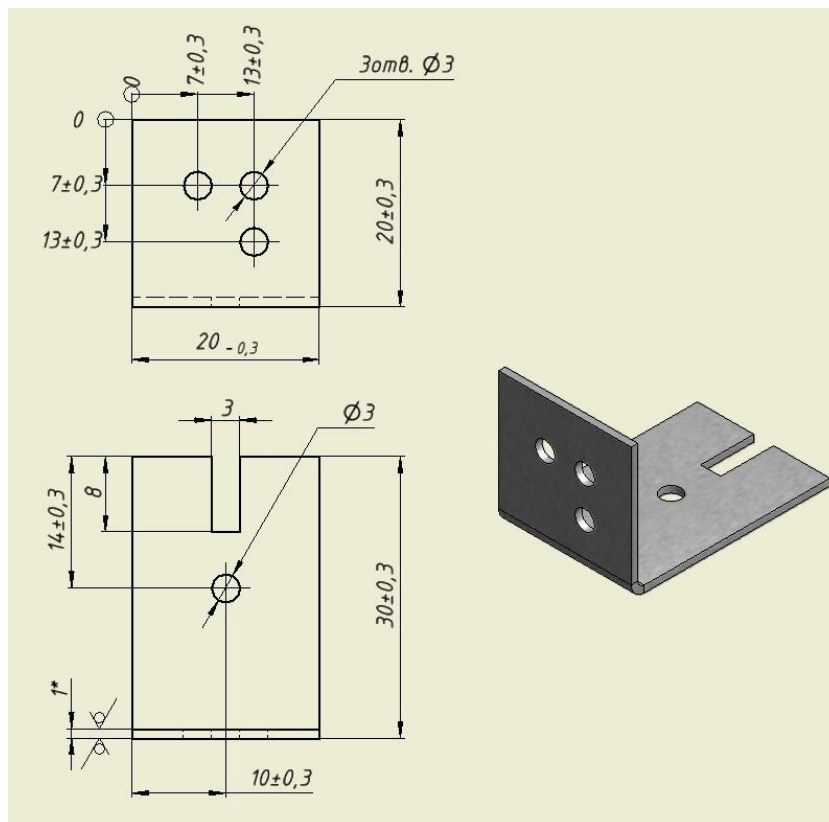
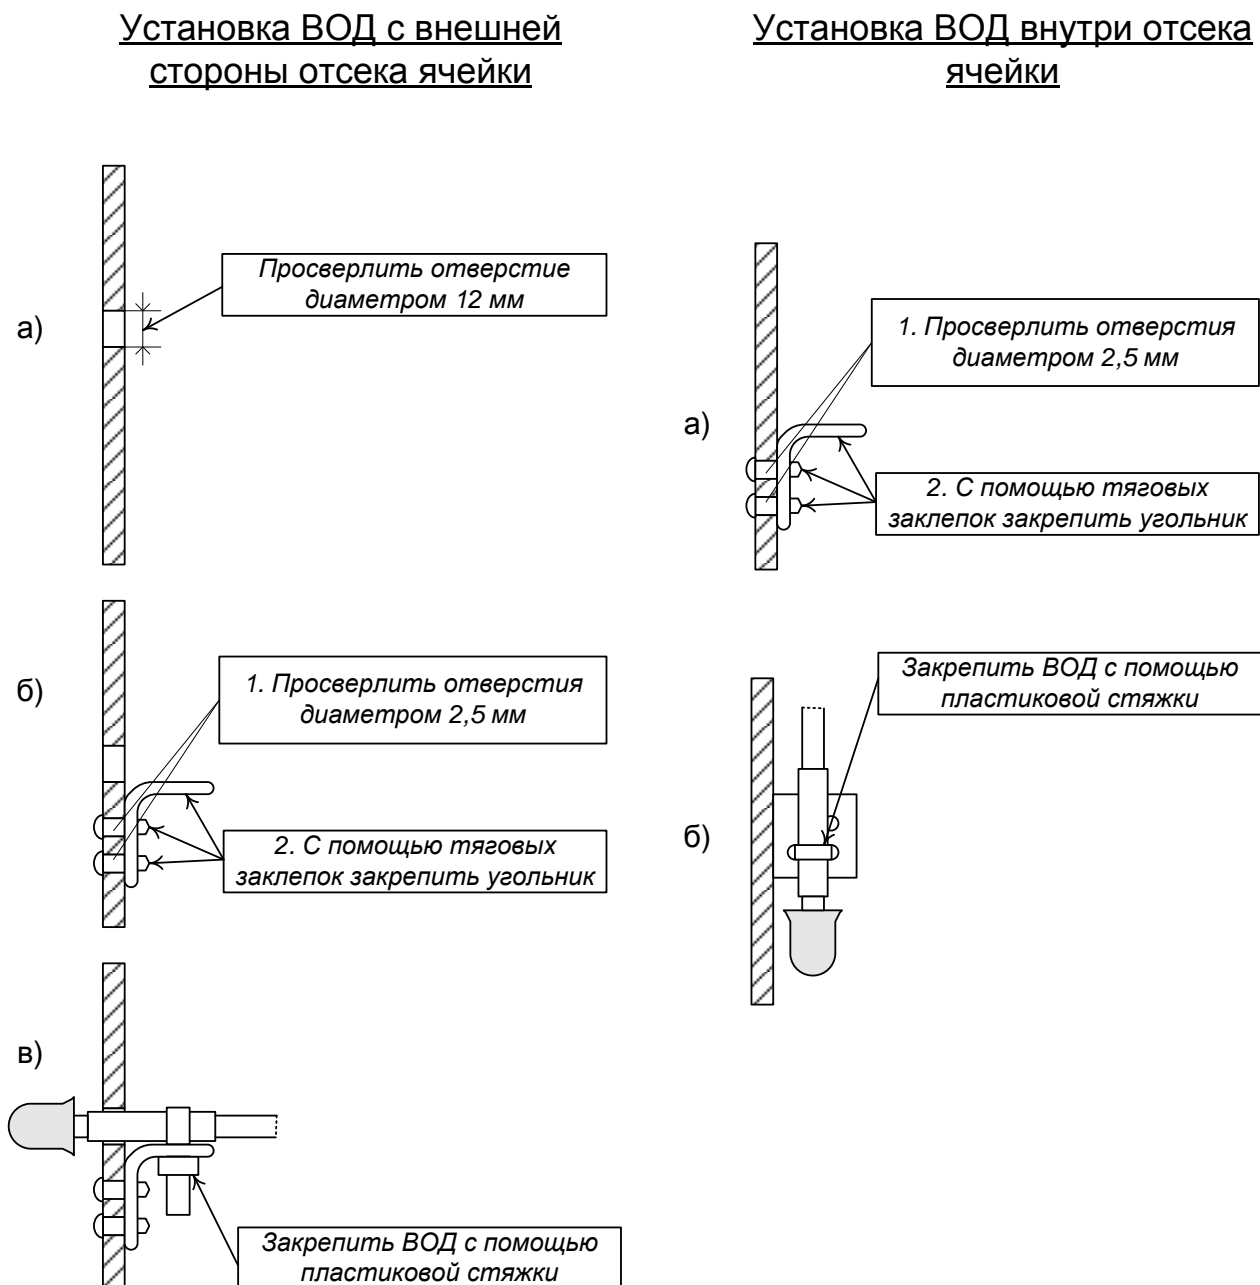

Рис.2.6 Габаритные и установочные размеры угольника
Рис.2.7 Установка ВОД в отсеке ячейки
- 2) Закрепить линзы ВОД в отсеках ячейки. Крепление ВОД осуществляется с помощью входящих в комплект поставки угольников, пластиковых стяжек и заклепок (саморезов). Габаритные и установочные размеры угольника приведены на Рис. 2.6. В зависимости от места установки датчиков их крепление можно осуществлять двумя способами (см. Рис.2.7):